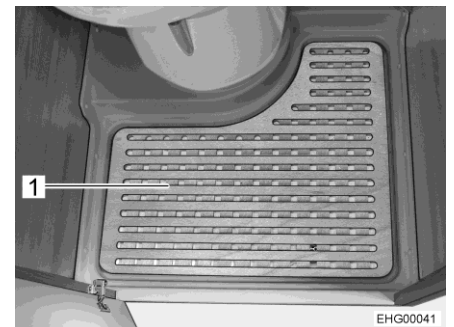

Bild 94 Uttagbar golvplatta
- Ta bort den uttagbara golvplattan (Bild 94,1) när du vill duscha.